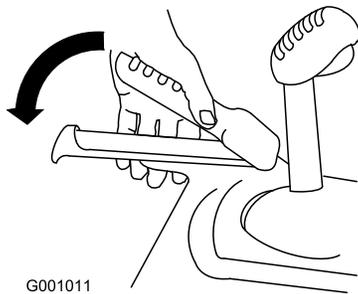

Bild 13
3. Drücken Sie den linken Griff (Fahrtrieb) zum Handgriff (Bild 13).
6. Drücken Sie den linken Griff (Fahrtrieb) zum Handgriff (Bild 13).